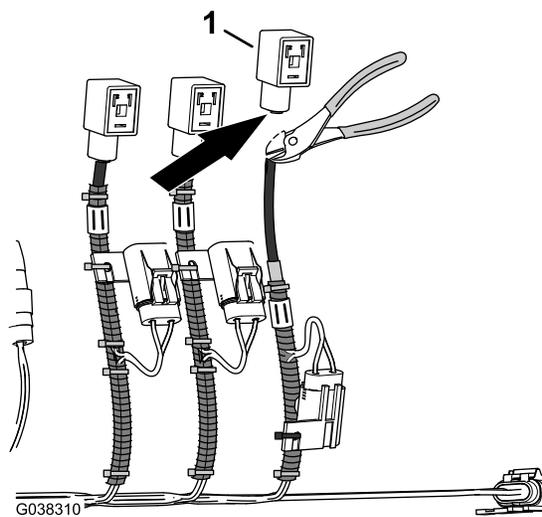

Figure 32
- Coupez le faisceau du connecteur DIN sous connecteur (Figure 32)